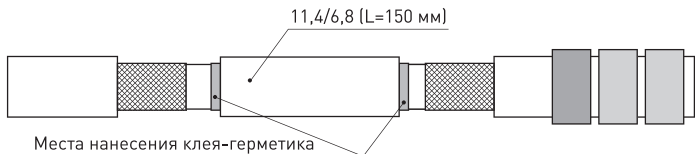

Рисунок 18
6.16 Согласно рисунку 18 нанести клей-герметик в указанных местах. На место соединения надвинуть термоусадочную трубку 11,4/6,8 длиной 150 мм и усадить ее (температура гарантированной усадки от 175°C до 230°C). Нанести клей-герметик на торцы трубки 11,4/6,8 длиной 150 мм (рисунок 18).